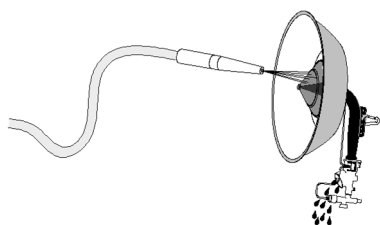
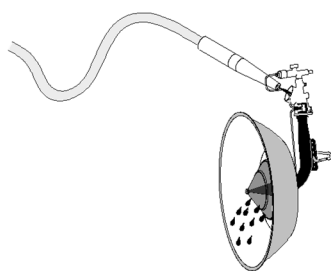

Fig. 16
Fig. 17
b) Limpieza con agua (Fig. 16 y Fig. 17)
- Coloque el radiador en posición vertical, con la entrada de gas hacia abajo. Proteja con la mano o una bolsa la válvula de seguridad y rocíe con el chorro de agua varias veces toda la superficie de los conos para eliminar el polvo del cono interno. El agua debe salir por la entrada de aire del radiador (Fig. 16).
- Déle la vuelta al equipo y dirija el chorro de agua a través de la abertura de entrada de aire. El agua debería salir por los conos (Fig. 17).
a) Cleaning with water (Fig. 16 and Fig. 17)
- Place the brooder upright, with the gas inlet facing down. Protect the safety valve with your hand or a bag and spray the entire surface of the cones several times to clean the dust from the internal cone. The water should come out of the brooder's air inlet (Fig. 16).
- Turn the system over and aim the water jet through the air inlet opening. The water should come out through the cones (Fig. 17).
b) Nettoyage à l'eau (Fig. 16 et Fig. 17)
- Disposer le radiant verticalement, l'entrée d'air vers le bas. Protéger la vanne de sécurité avec la main ou un sachet et passer le jet d'eau à plusieurs reprises sur toute la surface des cônes afin d'éliminer la poussière du cône interne. L'eau doit ressortir par l'entrée d'air du radiant (Fig. 16).
- Retourner l'équipement et orienter le jet d'eau à travers l'ouverture d'entrée d'air. L'eau doit ressortir par les cônes (Fig. 17).